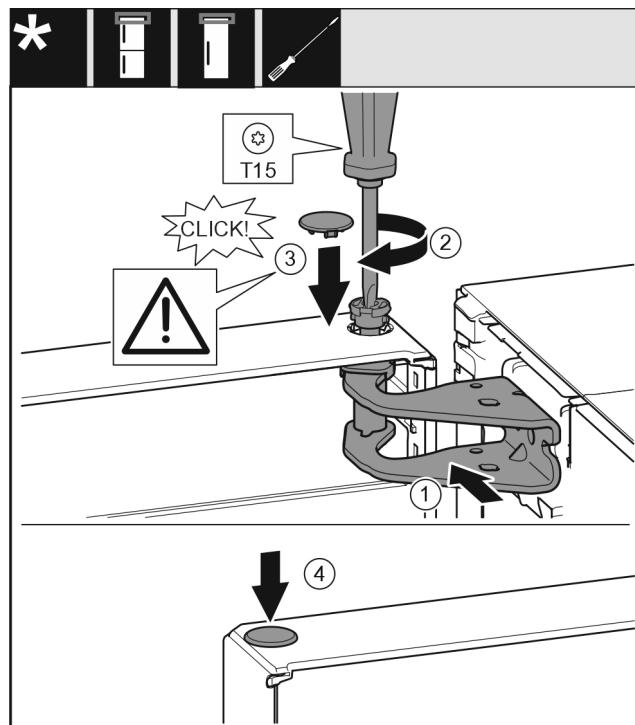

Fig. 19
- Niveloni derën lart në bazamentin mbështetës përfhapjen e saj. Fig. 19 (1)
- Futni bulonat dhe mbërthejini me një kaçavidë T15. Fig. 19 (2)
- ▶ Montoni kapakun mbulues të siguresës për sigurimin e derës: Futni kapakun mbulues të siguresës dhe kontrolloni nëse ai puthitet mbi derë. Nëse jo, futeni bulonin plotësisht. Fig. 19 (3)
- ▶ Vendosni tapat në vend. Fig. 19 (4)